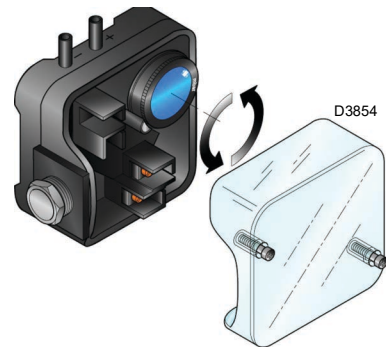

Fig. 48
- Régler le pressostat d'air (Fig. 48, page 41) en début d'échelle.
Pour le modèle de brûleur RLAS 1000-1200, le pressostat d'air est connecté en mode absolu et est activé par la pression positive du ventilateur (Fig. 48).
Régler le pressostat d'air (Fig. 48) après avoir effectué tous les autres réglages du brûleur avec le pressostat d'air réglé en début d'échelle.